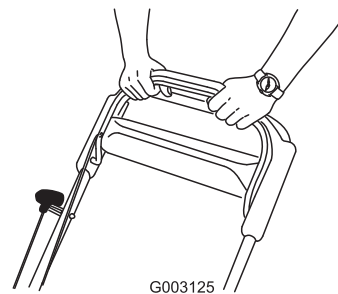

Figure 24
3. Maintenez la barre de commande de la lame contre le guidon (Figure 24).